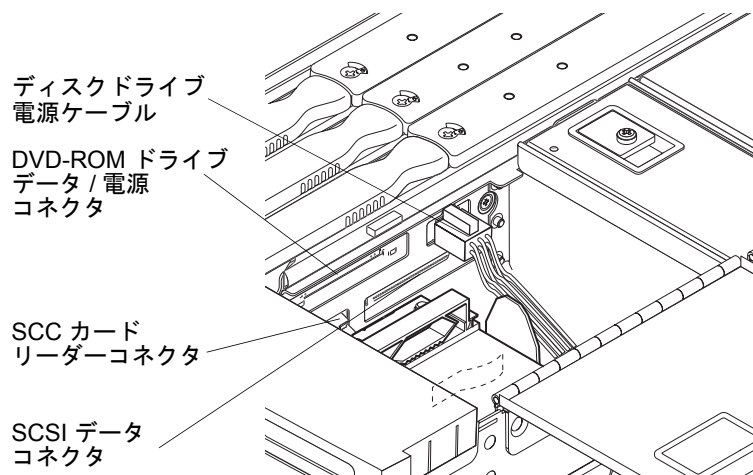

図 10-3 IB\_SSC アセンブリのケーブルおよびコネクタの位置
9. IB\_SSC アセンブリからリムーバブルメディアモジュールへの I/O ケーブルを外します (図 10-3)。作業の妨げにならないようにケーブルをまとめます。